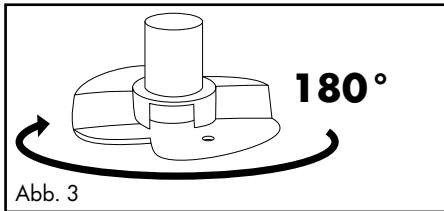
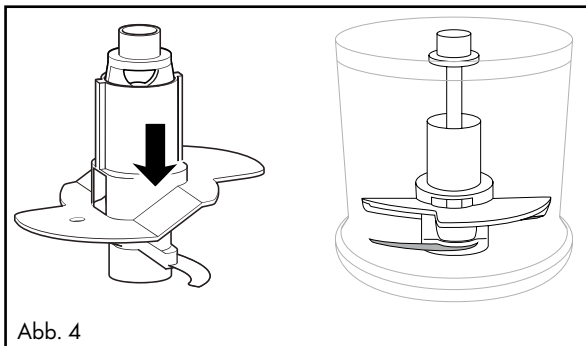

Abb. 3
Abb. 4
- Für 200 ml Sahne drehen Sie die Emulgierscheibe **6** horizontal um 180° (Abb.3), so dass diese nur noch auf einem Messer **7** aufliegt und einrastet (Abb.4). Die Emulgierscheibe **6** pflügt dann höher durch die Sahne: